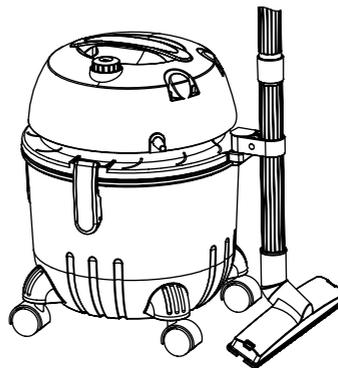

Fig.5
- Abrir las pestañas del depósito, levantar la tapa/cuerpo situada encima del depósito polvo del aparato (Fig.5) y verter su contenido en un contenedor de basura apropiado.
- Abrir las pestañas del depósito, levantar la tapa/cuerpo situada encima del depósito polvo del aparato (Fig.5)